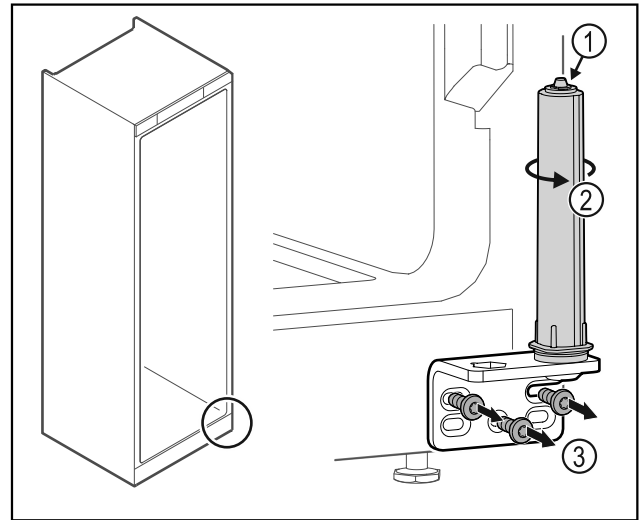

Fig. 39
- Deursluitsysteem niet uit elkaar halen Fig. 39 (1).
- Sluitsysteem Fig. 39 (2) draaien tot het klikt.
- Scharnierhoek Fig. 39 (3) losschroeven.